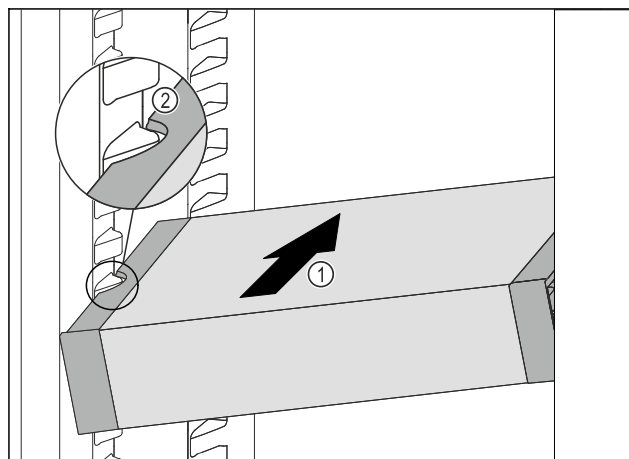

Fig. 96
- A VarioSafe fiókot ferdén tolja be a hűtőréssbe Fig. 96 (1) annyira, hogy a VarioSafe oldalsó kivágásai Fig. 96 (2) a hűtőréssben a tartóborda magasságában legyenek.